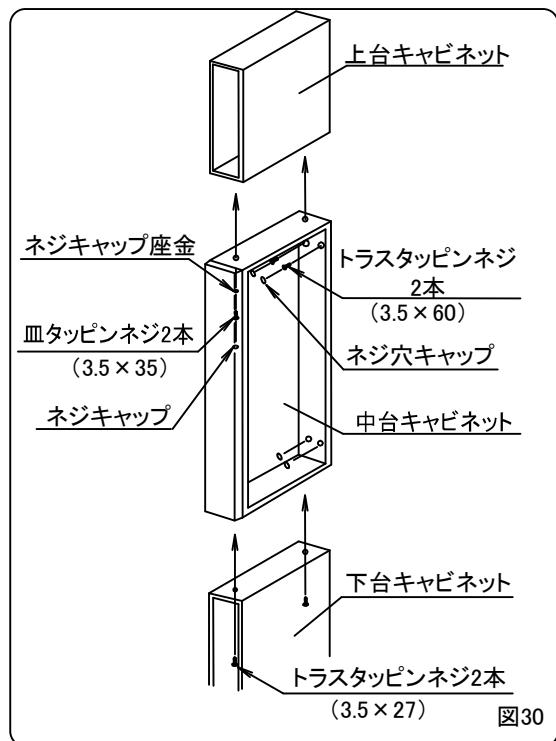

図30
- ④下台キャビネットに中台キャビネットを乗せ、両キャビネットの前面側面を合わせてネジ(トラスタッピンネジ3.5×27)で連結してください。(図30)
- ⑤中台キャビネットに上台キャビネットをのせ、両キャビネットの前面側面を合わせてネジキヤップ座金を通したネジ(皿タッピンネジ3.5×35)で連結してください。(図30)
- ⑥ネジキヤップ座金にネジキヤップをはめ込んでください。(図30)
- ①設置場所にキャビネットを仮置きし、中台キャビネット後板上方の下穴よりネジ(トラスタッピンネジ3.5×60)2本で固定してください。(図30)
- ②中台キャビネット後板の下穴にネジ穴キヤップをはめ込んでください。(図30)
- ③木口カバー裏面にシリコンを塗布し、両面テープで中台キャビネットの木口に貼付けてください。